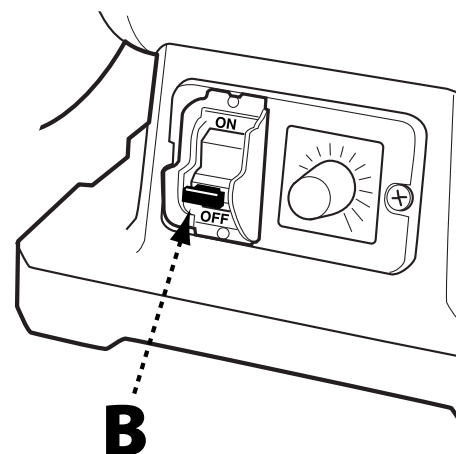

FIGURE 7
Pour verrouiller l'appareil, retirez le bouton de l'interrupteur (B) en le tirant vers l'extérieur. Voir Figure 7. Une fois le bouton de l'interrupteur retiré, l'interrupteur ne fonctionnera plus.